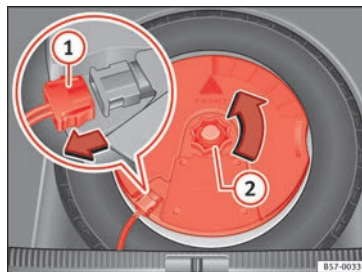

Fig. 256 En el maletero: desmontar el subwoofer.
- Desconecte el cable del altavoz *subwoofer* » fig. 256 ①.
- Gire la ruedecilla de fijación en sentido contrario a las agujas del reloj ②.